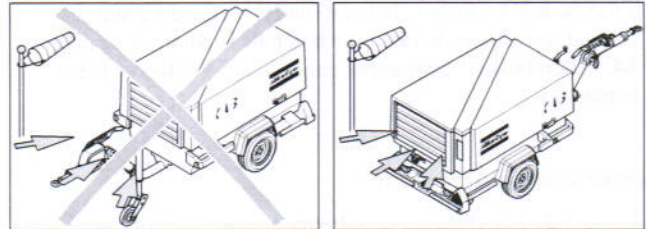

Fig. 3.4 Parte posterior del compresor contra el viento
Cuando aparque un compresor, asegure el soporte (1) o la rueda guía (2) para apoyar el compresor en una posición nivelada. Asegúrese de que la rueda guía (2) esté bloqueada con el pasador de bloqueo (6). Aplique el freno de estacionamiento tirando de la palanca del freno de estacionamiento (3) hacia arriba. Coloque el compresor lo más nivelado que sea posible: sin embargo, puede utilizarse temporalmente en una posición desnivelada que no supere los 15°. Si el compresor está aparcado sobre un terreno en pendiente, inmóvilice el compresor colocando calzos en las ruedas (disponibles opcionalmente) delante o detrás de las mismas. Coloque el extremo posterior del compresor contra el viento. (véase la Fig. 3.4) alejado de las corrientes de aire contaminado y de paredes. Evite la recirculación del aire de escape del motor. Esto produce un sobrecalentamiento y se reduce la potencia del motor.